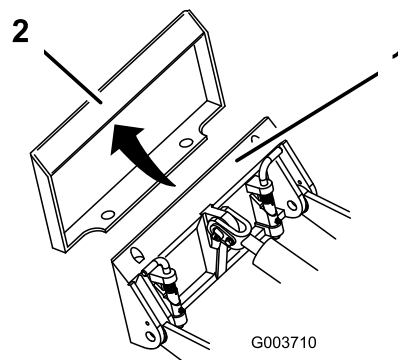

Figure 13
- Placez la plaque de montage dans le bord supérieur de la plaque réceptrice de l'accessoire (Figure 13).